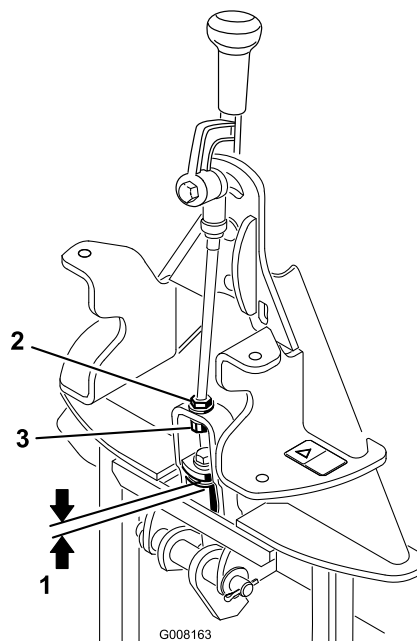

Figura 5
2. Măsurați distanța dintre aiba superioară i distanțierul din ansamblul articulației de pe adaptorul dispozitivului de atașare, aa cum se arată în Figura 5.